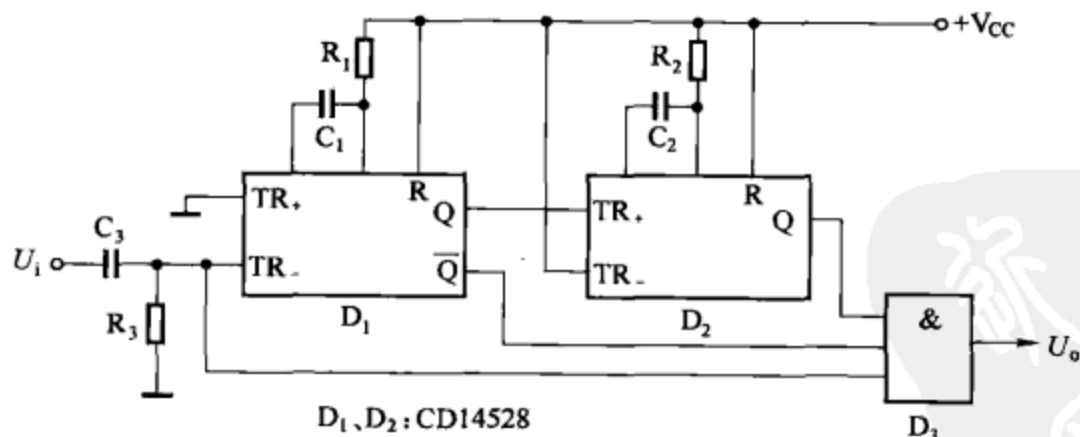

图 8-31
(2) 图 8-31 所示为带通数字滤波器电路，由两个单稳态触发器构成，单稳态触发器 D_1 的输出脉宽等于输入信号频率上限的周期，单稳态触发器 D_2 的输出脉宽等于输入信号频率下限的周期。当输入信号频率高于上限时， D_1 的反相输出端 $\bar{Q}_1 = 0$ ，关闭了与门 D_3 ，输出端 $U_o = 0$ 。当输入信号频率低于下限时， D_2 的输出端 $Q_2 = 0$ ，也使与门 D_3 关闭，输出端 $U_o = 0$ 。当输入信号频率在所限定的频率范围内， $\bar{Q}_1 = 1$ 和 $Q_2 = 1$ 时，与门 D_3 才打开，允许输入信号输出。由于 D_1 和 D_2 的输出脉宽分别由外接定时元件 R_1 和 C_1 、 R_2 和 C_2 的大小决定，所以可通过改变这些外接定时元件来选择通带频率的上、下限。